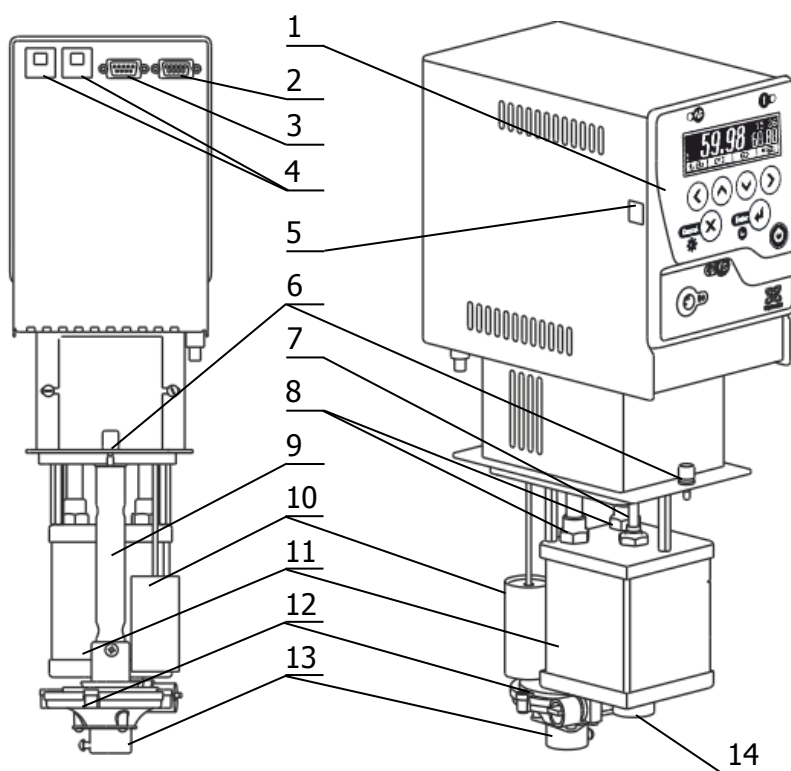

Рисунок 1 — Устройство блока регулирования
1.4.2 Работа блока регулирования заключается в поддержании заданной температуры потока теплоносителя, прокачиваемого насосом 12 через резервуар 11 (рисунок 1). Забор теплоносителя производится через входной патрубок 13, а выброс — через выходной патрубок 14.
В процессе работы блока регулирования на дисплее 15 отображается температура теплоносителя, значение уставки (задание), мощность нагрева, текущее время и дополнительная служебная информация. Установка режимов работы блока регулирования осуществляется органами управления, расположенными на лицевой панели 1 (рисунок 1).
2.2.1 Установить блок регулирования на ванне так, как указано в руководстве по эксплуатации термостата и закрепить винтами 6 (рисунок 1).